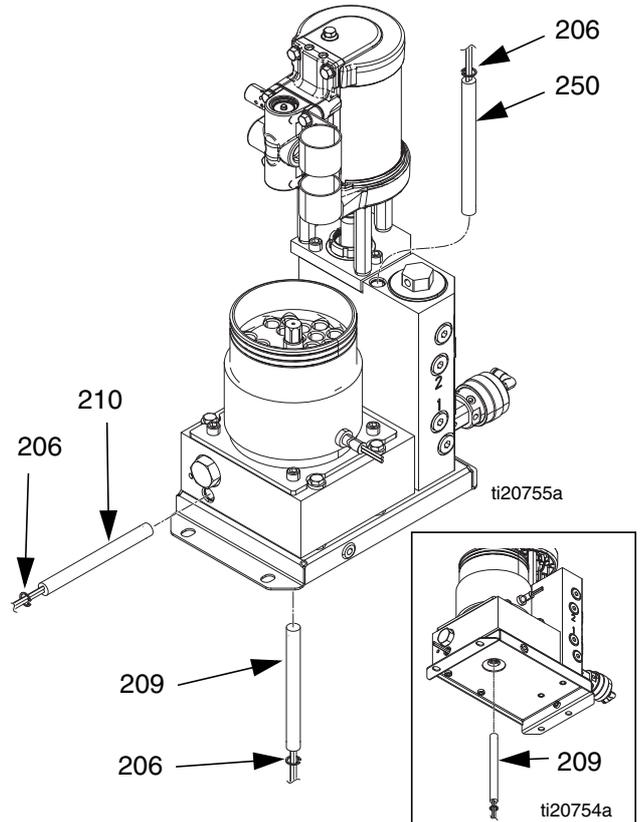

FIG. 39
*Desmontaje (consulte la FIG. 39):*
2. *Si está sustituyendo la varilla del calentador del fundidor (209), Extracción del conjunto del fundidor.* Consulte la página 58.
3. Desconecte el cable del ADM y luego retire la cubierta (29).
4. *Si está retirando la varilla del calentador de la bomba (250):*
- a. Retire el tubo de aire (36) de la válvula de alivio (245). Extraiga el tubo de aire por la cubierta de metal (27).
- b. Retire las tuercas (3); luego retire la cubierta (27).
- 7. Pase los cables de la varilla del calentador por el ojal en la parte superior del armario eléctrico (1).
- 8. Retire el anillo de retención de la varilla del calentador (206); luego retire y deseche la varilla del calentador (209, 210 o 250).
**Montaje (consulte la FIG. 39):**
- 2. Instale la varilla del calentador; luego instale el anillo de retención de la varilla (206). Consulte FIG. 39.